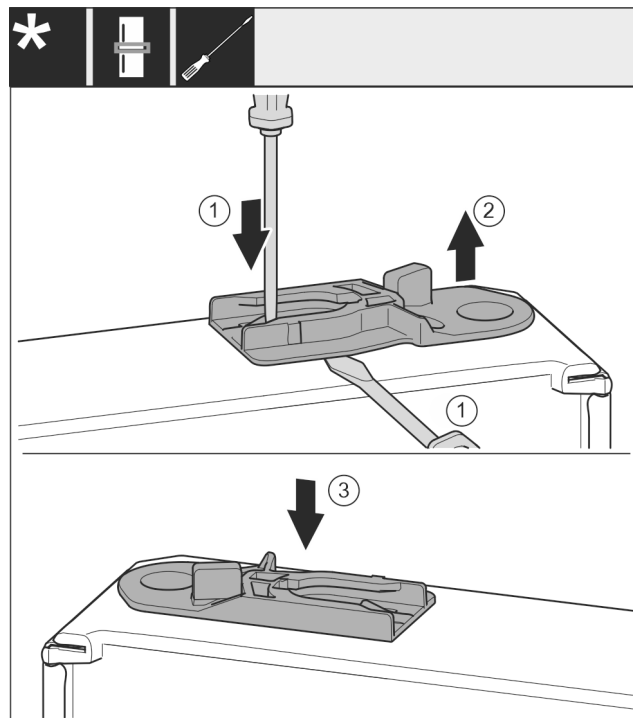

Fig. 38
- ▶ Scoateți bucșa de ghidare: Apăsați eclisa cu șurubelnița plată și deplasați concomitent cu șurubelnița plată sub bucșa de ghidare. Fig. 38 (1, 2)
- ▶ Împingeți bucșa de ghidaj atașată în pachetul de livrare pe altă parte a carcasei. Fig. 38 (3)